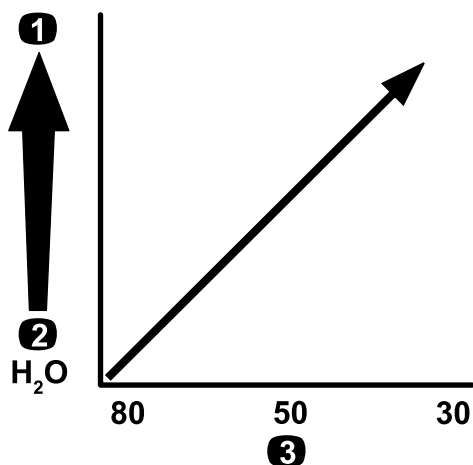

Figura 12
**Importante:** Cuando se fumiga con productos químicos de mayor viscosidad (más espesos) o soluciones de polvo humedecible, puede ser necesario utilizar una malla de filtro más abierta para el filtro de aspiración opcional; consulte la Figura 12.